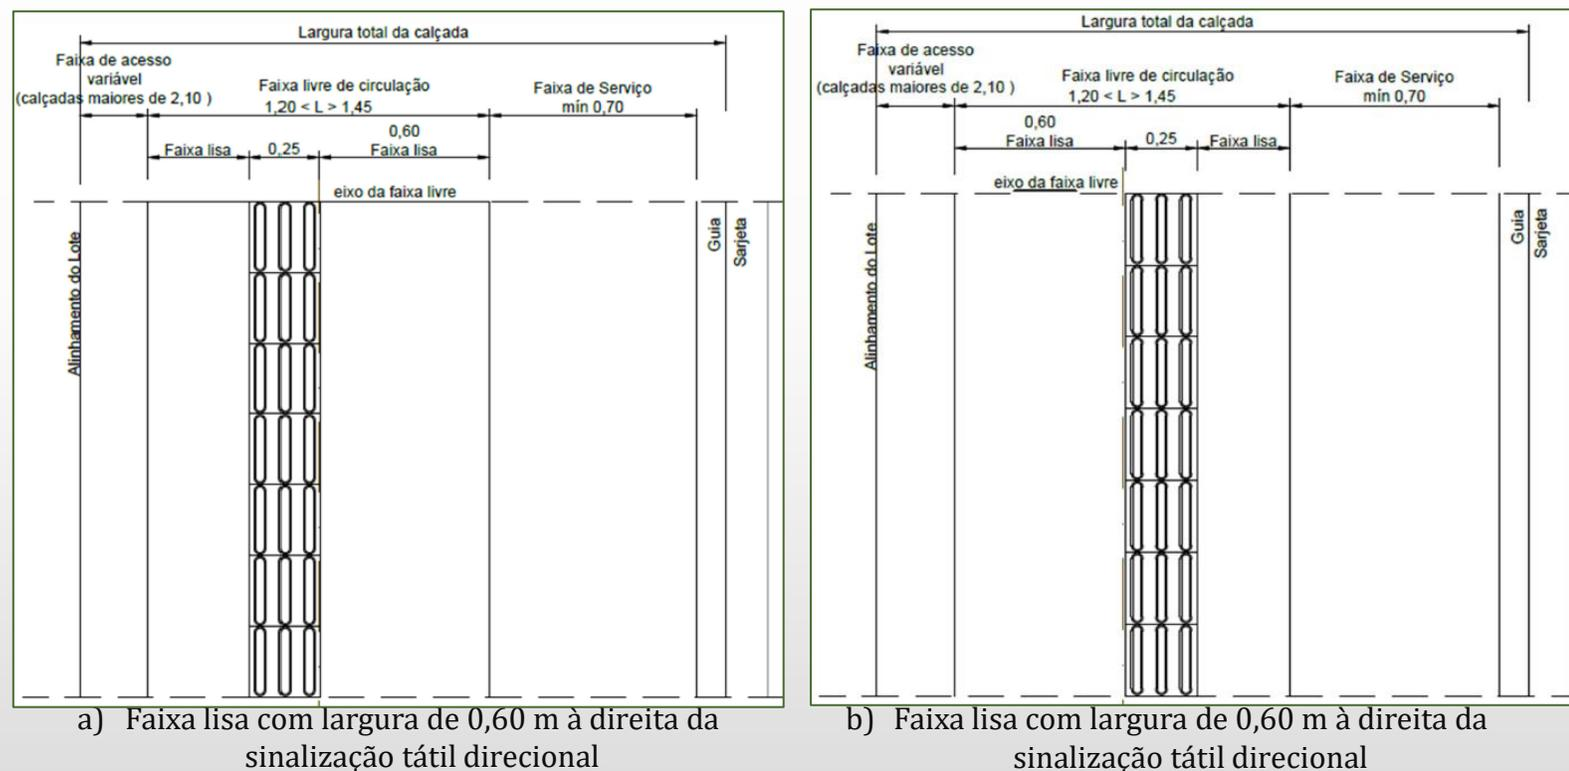

Figura 62 – Sinalização tátil direcional em calçadas com faixa livre de circulação com largura entre 1,20 m e 1,45 m
b) em calçadas com faixa livre com largura entre 1,20 m e 1,45 m, a sinalização tátil direcional pode ficar descentralizada no eixo da faixa livre da calçada, e o piso adjacente à sinalização tátil direcional deve ser antiderrapante e sem relevos, de forma a garantir o contraste necessário, com pelo menos 0,60 m de um dos lados, permitindo a circulação de pessoas em cadeira de rodas ou com mobilidade reduzida, conforme a Figura 62;